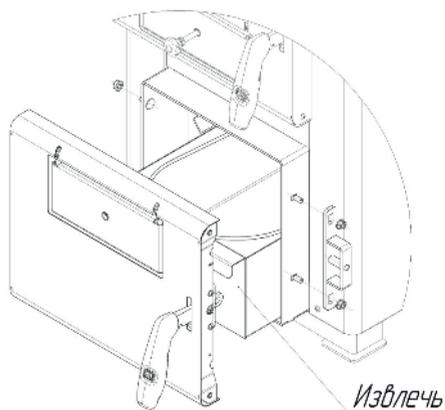

Рисунок 2.2
2. Выкрутить гайки крепления кронштейна на двери и петли запорного механизма ручки и демонтировать их. Также необходимо извлечь ящик зольника. Рис. 2.2